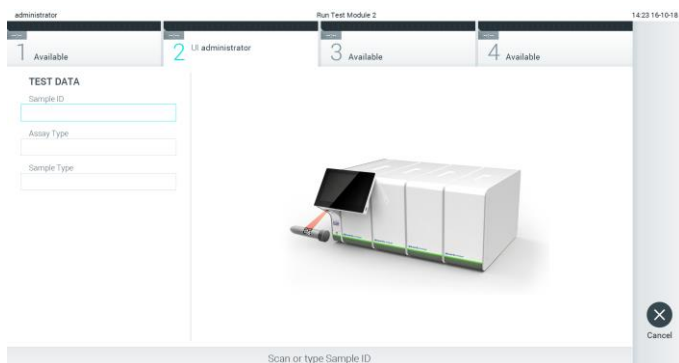

图 69. 扫描样本 ID 条形码。
2. 出现提示后，请使用操作模块中集成的条形码阅读器扫描样本 ID 条形码（图 69）。